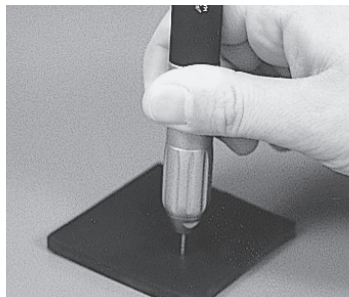

Fig. 7
- 1) Puisque la Griffes de la pièce à main PRESTO est de type à enfoncer, placez les fraises FG de  $\varnothing 1,6\text{mm}$  et enfoncez-les conformément à la Fig. 7.